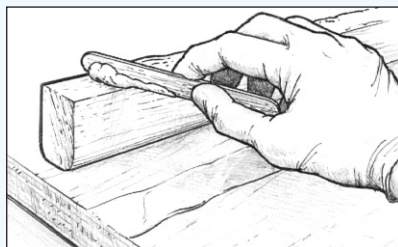

Figure 10 Appliquer un mélange époxy épaissi sur l'une des surfaces à encoller.
2. Modifiez le mélange résine/durcisseur en y incorporant les charges appropriées jusqu'à ce que le mélange devienne assez épais pour combler tous les espaces entre les surfaces à assembler et éviter les joints manquant de résine. Appliquez une couche uniforme d'époxy épaissi sur l'une des surfaces (*Figure 10*). La couche d'époxy doit être suffisamment épaisse pour qu'une petite quantité sorte lorsque les surfaces sont réunies (*Figure 10*).